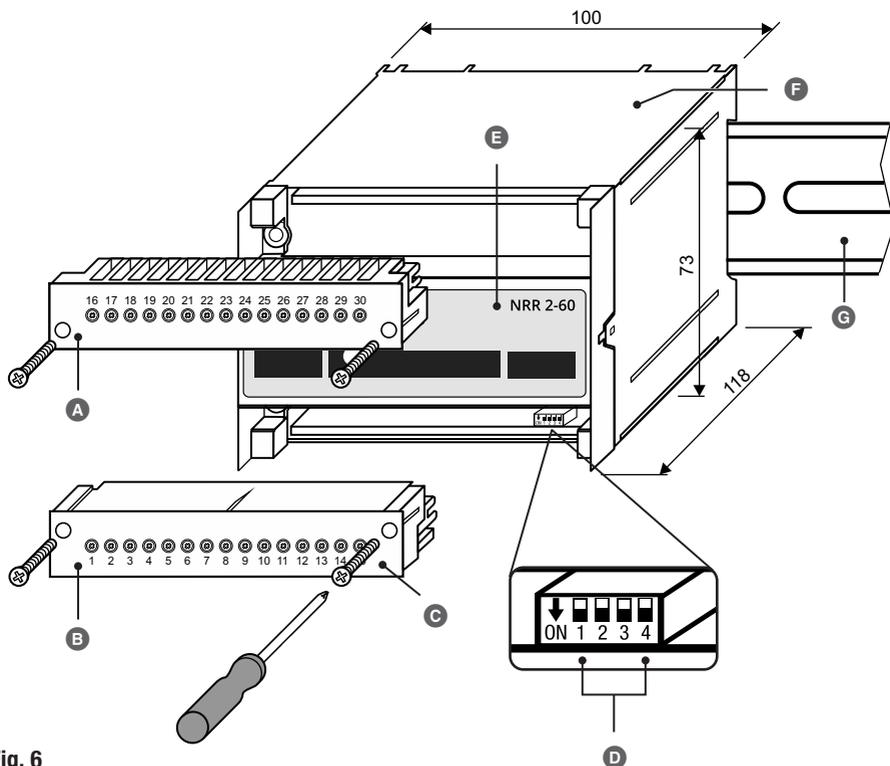

Fig. 6
Em caso de necessidade, a velocidade de transmissão e o grupo regulador do regulador de nível pode ser ajustada a qualquer altura NRR 2-60 no interruptor de codificação  (ver **Fig. 6**).
2. Desaparafusar e retirar o bloco de terminais inferior, ver **Fig. 6**.
3. Efetuar os ajustes pretendidos no interruptor de codificação  (ver **Fig. 6**), ver página 23, **Fig. 10**.
Para a operação, tem de ser determinado no interruptor de codificação **Ⓢ** Fig. 6 o grupo regulador e a velocidade de transmissão para o regulador de nível. Da ligação dos diferentes eléctrodos de nível e da parametrização correspondente na unidade de comando e visualização URB 60 resultam as funções do regulador pretendidas.